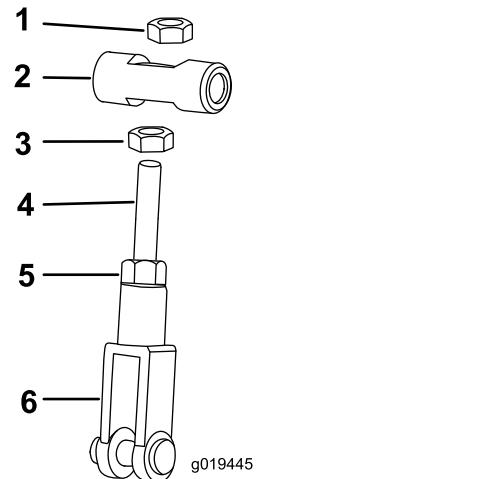

Figure 28
4. Desserrez l'écrou de l'extrémité supérieure de la tige de liaison pour donner du mou dans le câble de levage (Figure 28)